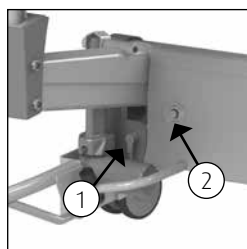

Figure 18 Bouton d'abaissement d'urgence.
- Retirez la fiche de la commande manuelle (1) (Cf. figure 18).
- Enfoncez le bouton d'abaissement d'urgence (2) (Cf. figure 18).